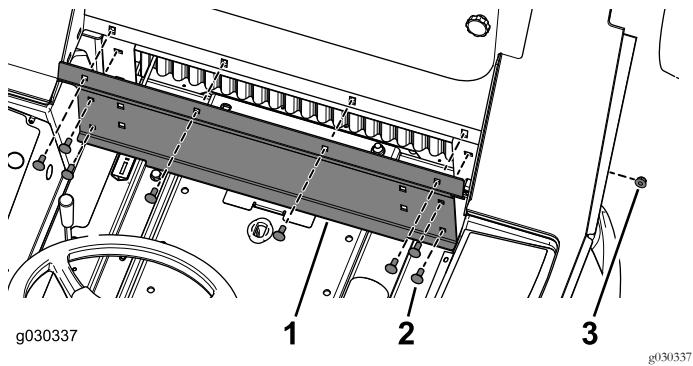

Figure 23
- Fixez légèrement le panneau arrière à la cabine au moyen de 8 boulons de carrosserie (5/16 x 3/8 po) et 8 contre-écrous (Figure 23).